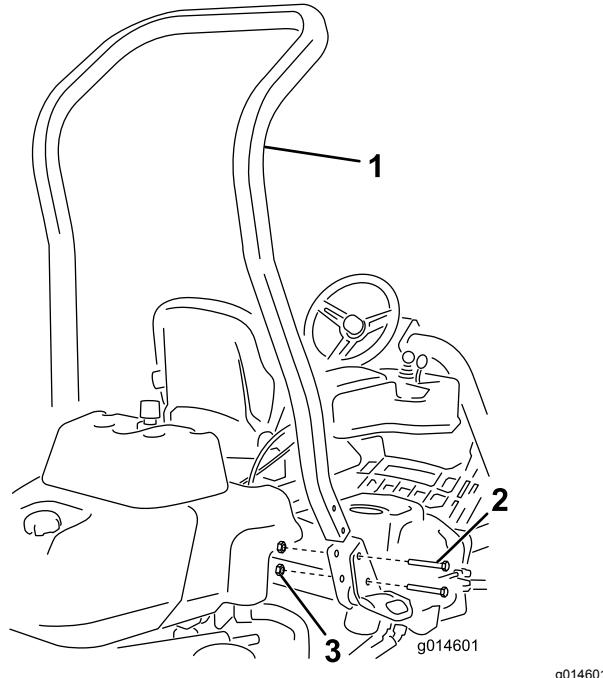

図 3
3. 機体の左右にあるポケットにROPSを差し込み、ボルト $\frac{1}{2}'' \times 3\frac{3}{4}''$ 4本とフランジナット $\frac{1}{2}''$ 4本で固定する図3。